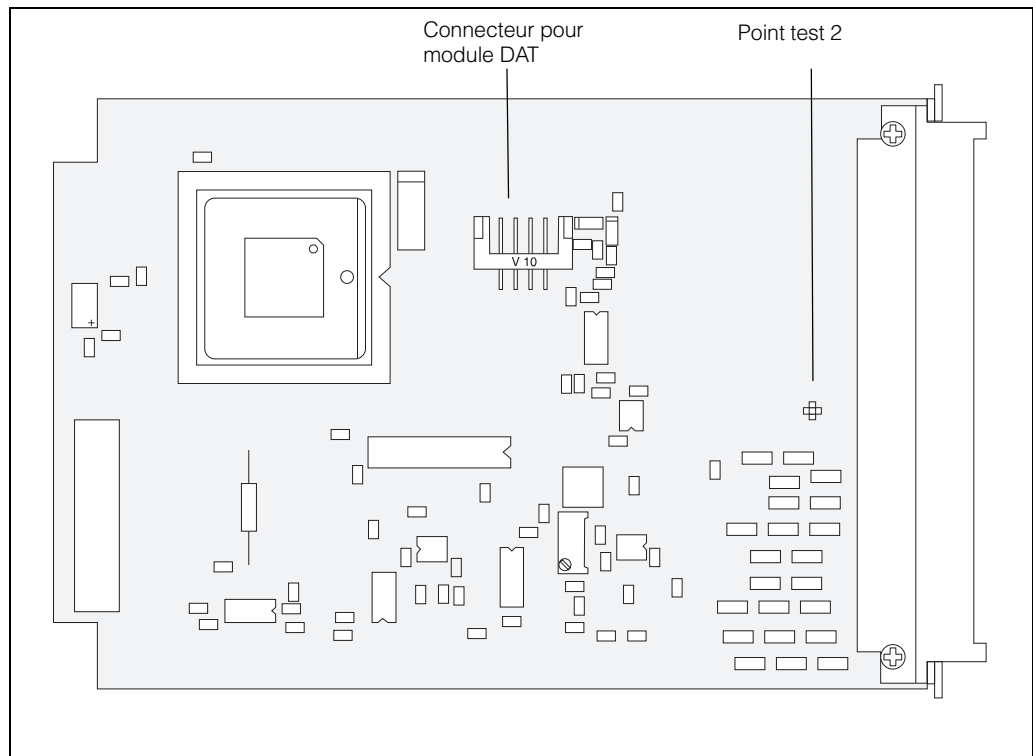

Fig. 48
5. Si nécessaire, retirer le module DAT (fig. 48 : V 10) qui se trouve sur la platine de préamplification :